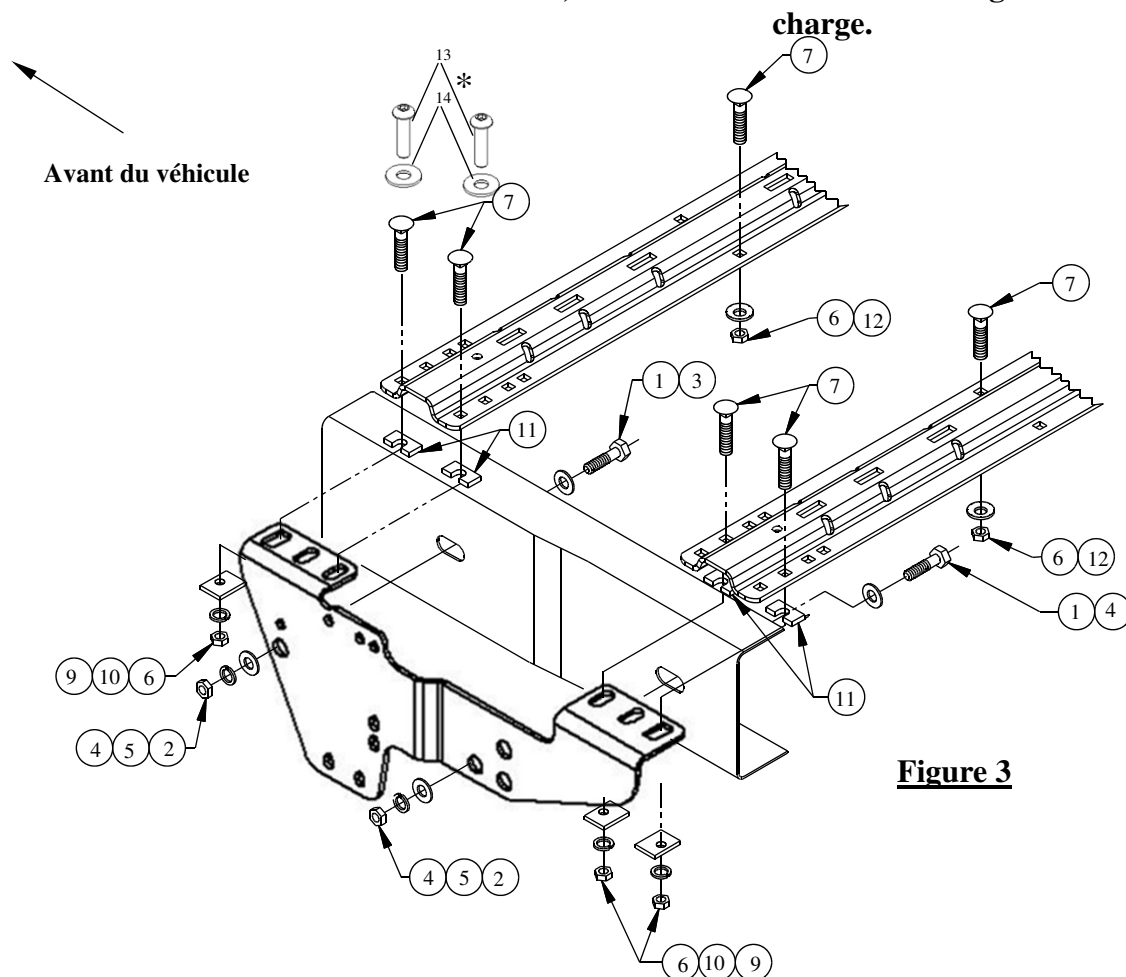

Figure 3
6. Fixer les supports de cadre aux longerons du véhicule, comme illustré à la Figure 3.